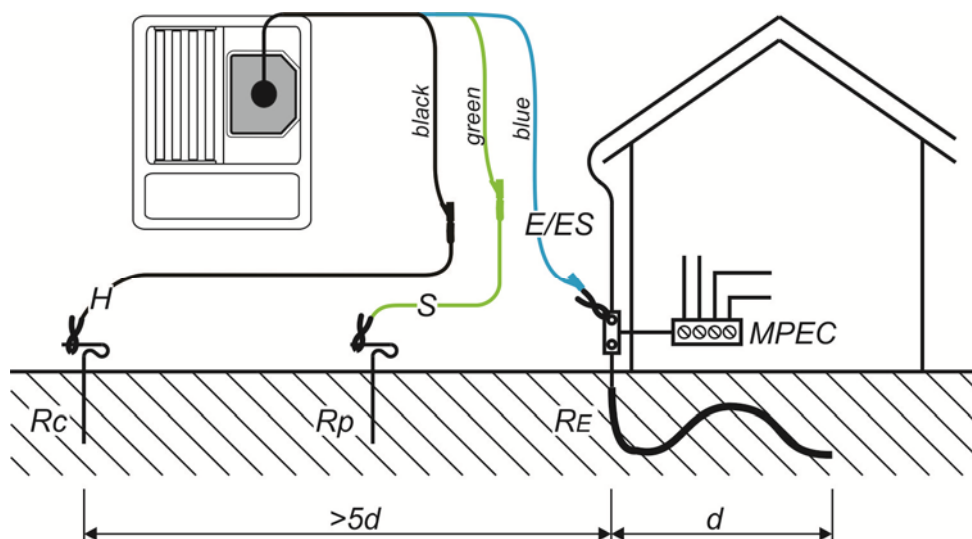

Рисунок 5.25: Сопротивление заземления, измерение сопротивления главной шины заземления здания
- ☐ **Подключите** тестируемое устройство (см. Рисунок 5.25: Сопротивление заземления, измерение сопротивления главной шины заземления здания и Рисунок 5.26: Сопротивление заземления, измерение сопротивления системы молниезащиты).